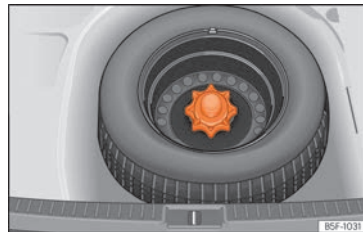

Abb. 317 Notrad: hochgeklappter Ladeboden. »
- Heben Sie den Ladeboden an und halten Sie ihn in dieser Position, um das Notrad herausnehmen zu können »» Abb. 317.